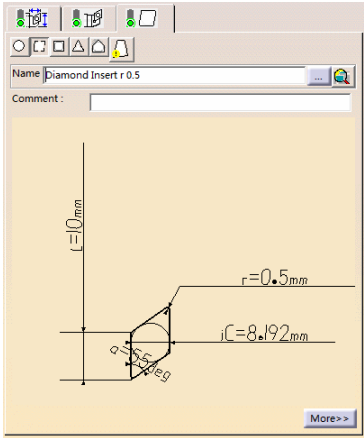

图 7-96 刀片选项卡 (3)
● 单击刀具参数选项卡中的, 切换到刀片选项卡 (3), 设置刀片类型以及刀片参数, 如图 7-96 所示。